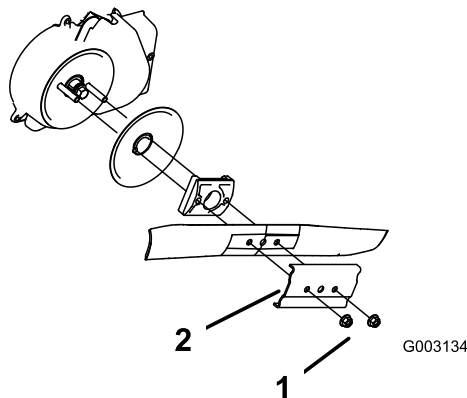

Figura 29
3. Îndepărta-i cele 2 piulie ale lamei i elementul de rigidizare (Figura 29).
4. Îndepărta-i lama (Figura 29).
5. Instala-i noua lamă (Figura 29).